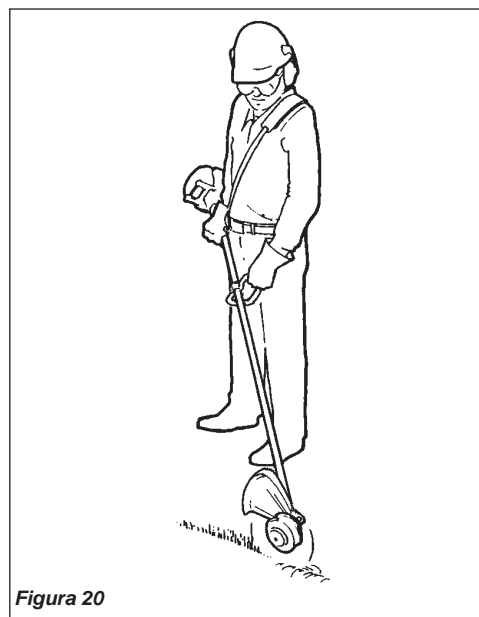

Figura 20
2. Si el accesorio de corte gira mientras el motor está en marcha mínima, reduzca la marcha mínima, girando el tornillo de ajuste de marcha mínima en el sentido contrario a las agujas del reloj. Consulte la figura 20.
Incline el mango más o menos a 100° hacia la izquierda (desde la posición horizontal) y avance hacia adelante, sosteniendo la podadora verticalmente como se demuestra en Figura 20.